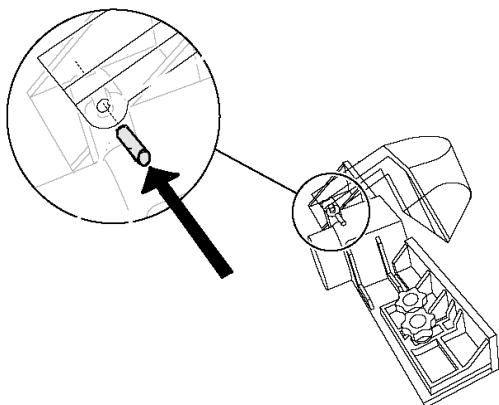

Fig 7
**Montage du carter du fraiseur (Fig 7) :**